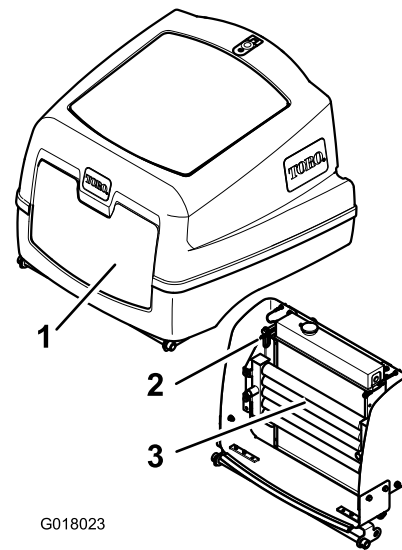

Figura 61
4. Desenganche el cierre y abra la cubierta del motor (Figura 61).